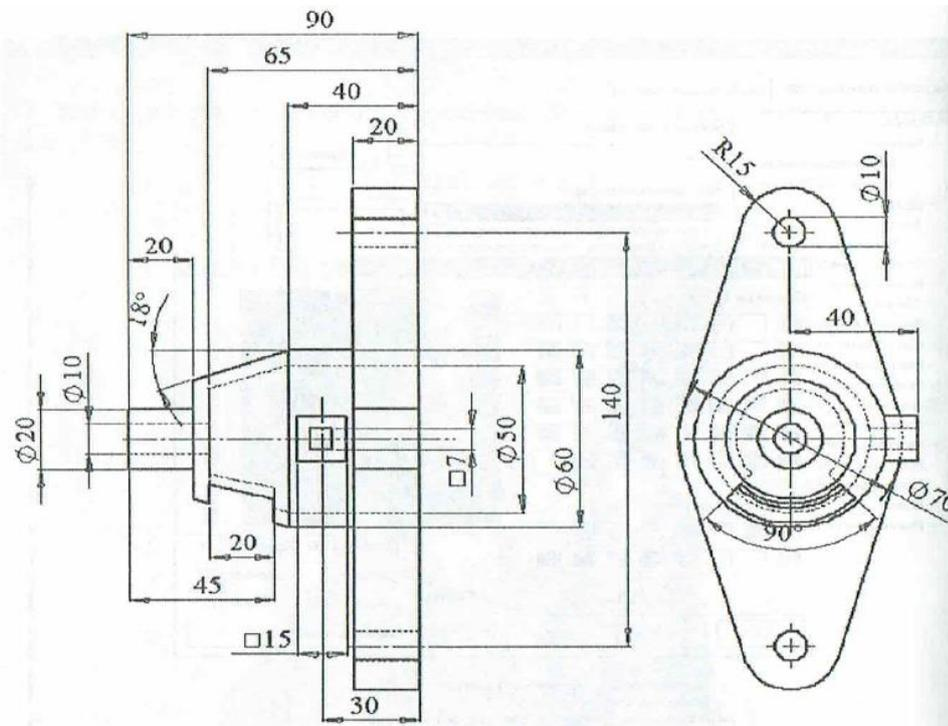

Рисунок 33
**Задание.** Построить по заданным проекциям твердотельную модель детали и показать ее в разрезе (рисунок 33).